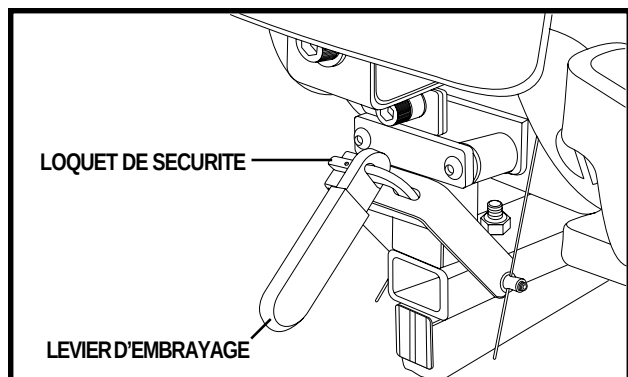

Figure 10. Position débrayée (Lever unique)
1. Relevez le loquet de sécurité et tirez le levier vers le haut pour débrayer les moteurs. Voir la figure 10.